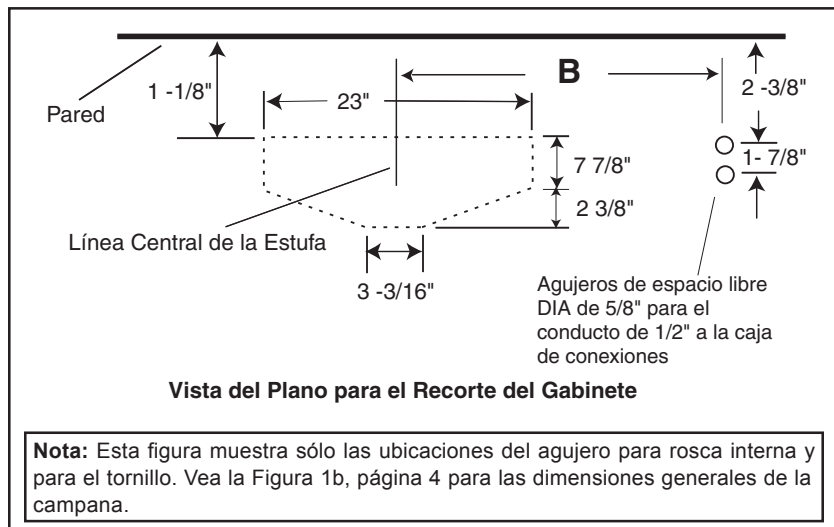

Figura 11: Ubicaciones de la transición y del conducto
2. Cuando se instala la campana para la descarga vertical, use la Figura 11 para crear los orificios de espacio libre para el paso de la transición y del conducto. (See dimension B in Figure 11 and in Table).